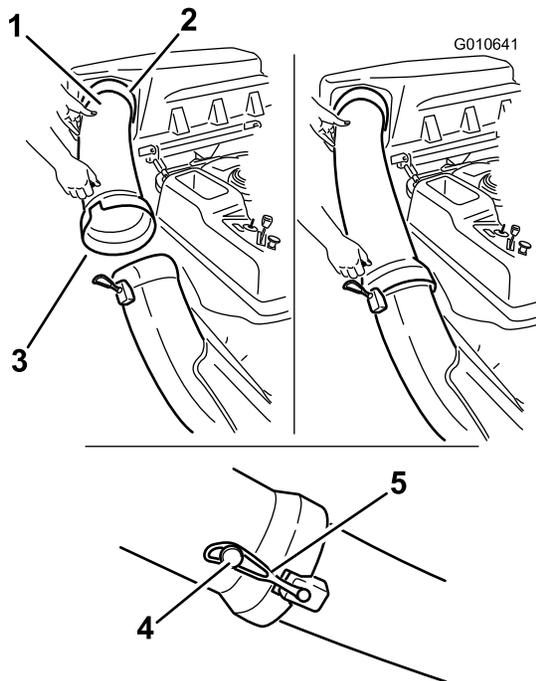

Figure 25
1. Glissez l'extrémité courbe du tube d'éjection dans l'ouverture du couvercle du collecteur (Figure 25).
2. Glissez l'extrémité évasée du tube d'éjection sur l'extrémité de l'éjecteur. Accrochez la sangle en caoutchouc de l'éjecteur à l'ergot situé sur le tube d'éjection pour le fixer en position (Figure 25).